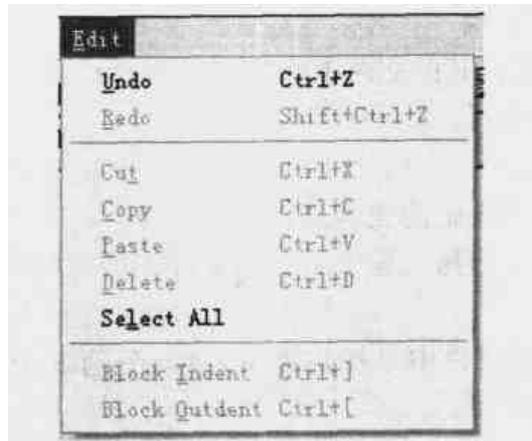

图 3.11 编辑菜单
3. **Edit Menu 编辑菜单**，如图 3.11 所示。